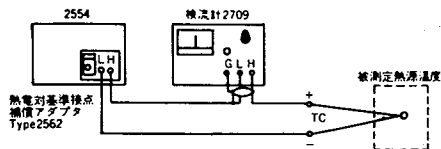

図7 温度精密測定回路
- (1) 本器正面パネルの熱電対基準接点補償端子にType2562を取り付けます。
- (2) 熱電対および検流計を図7のように接続します。
- (3) 熱電対基準接点温度における熱電対の熱起電力に相当する電圧を補償ダイヤルによって設定します。
- (4) 本器のレンジ切換スイッチを×10mVまたは×100mVに切換え、設定ダイヤルにより設定値を加減して検流計の振れが零を示すように設定します。
- (5) このときの設定値が基準温度に対する熱電対の熱起電力と等しくなります。熱起電力-温度換算表により被測定温度が正確にわかります。